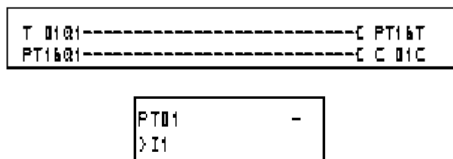

Рис. 6.50. Схема соединений и дисплей параметров модуля вывода данных
Это модуль, позволяющий выборочно выводить величины до 32 бита в информационную сеть NET (размещать в сети). Модуль PT размещает данные в других станциях, зарегистрированных в сети, и требует взаимодействия с модулем получения информации (GT). Включение в схеме соединений и общий вид дисплея настройки параметров модуля представлены на рис. 6.50.